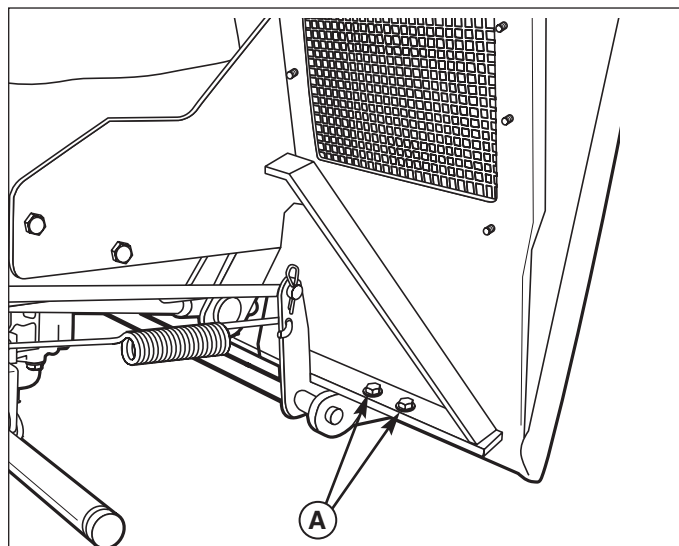

Abb. 29. Linker hinterer Radschacht
1. Die Einstellungsmutter (A, Abb. 29) unter der Vorderseite der Getriebemontageschrauben (beide Seiten) suchen.
Falls sich der Fangkorb nicht verriegeln lässt, wenn der Hebel schnell nach vorne gedrückt wird, muss der Riegelabstand eventuell nachgestellt werden. Die Kopfschrauben lösen (A, Abb. 29) und die Platte nach Bedarf einstellen.